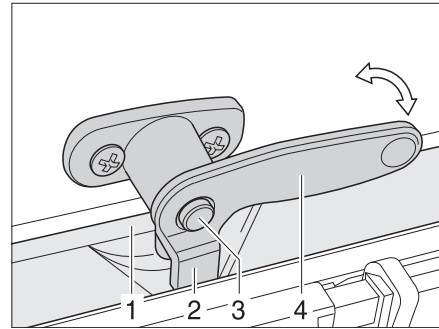

Fig. 73 Levier de verrouillage avec bouton de sécurité en position "fermée"
- Tourner le levier de verrouillage (Fig. 73,3) d'un quart de tour vers le centre de la fenêtre.